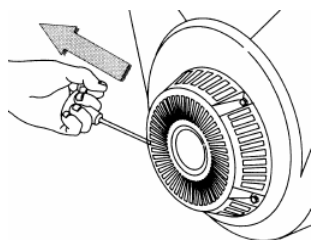

Рис. 2
– Плавно вытянуть до упора трос ручного стартера за ручку (поз. 2 рис. 1) и вернуть в исходное положение (см. также рис. 2).
– При ручном пуске придерживая генератор за раму, резко с интенсивным усилием вытянуть трос стартера до упора (рис. 2), повторив действие несколько раз при необходимости.